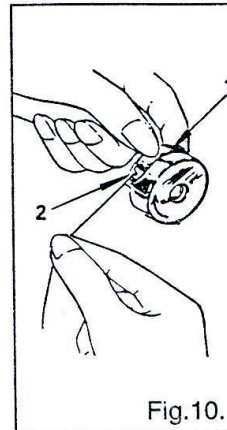
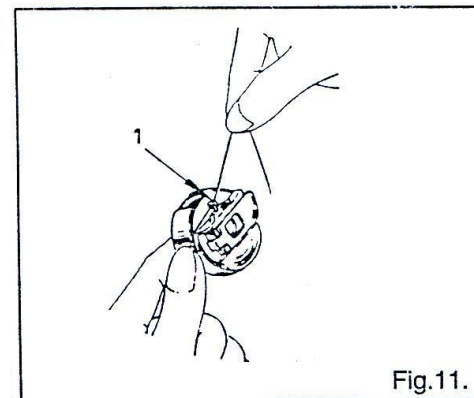

Fig.10.
Fig.11.
2. Протяните нить через прорезь (2) на конце натяжной пружины (1) (Рис. 10) и вытяните ее сквозь выходное отверстие (1) шпульного колпачка примерно на мм (Рис. 11).